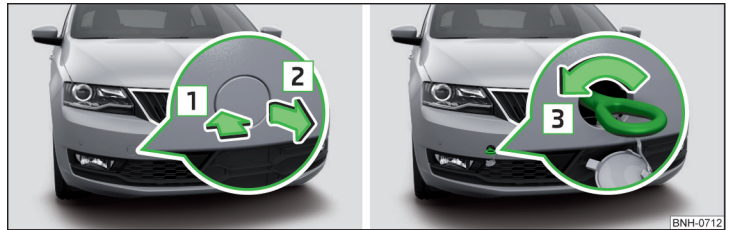

Abb. 254 Abdeckkappe abnehmen / Abschleppöse einbauen
- Zum **Abnehmen** auf die Abdeckkappe in Pfeilrichtung 1 drücken und diese in Pfeilrichtung 2 abnehmen » Abb. 254.
- Zum **Einbauen** die Abschleppöse von Hand in Pfeilrichtung 3 » Abb. 254 bis zum Anschlag einschrauben » !.